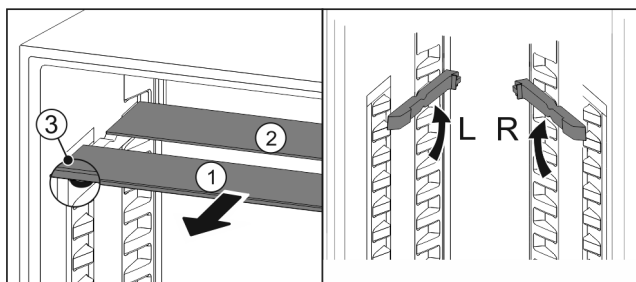

Fig. 61
- ▶ Vytiahnite sklené dosky jednotlivu dopredu Fig. 61 (1).
- ▷ Sklená doska Fig. 61 (1) s ozdobnou lištou leží vpredu.
- ▷ Zarážky Fig. 61 (3) ukazujú nadol.